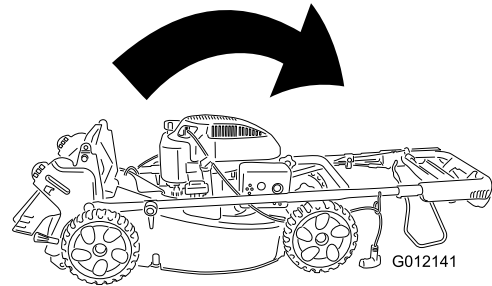

Figura 27
1. Doble el manillar hacia adelante (Figura 27).